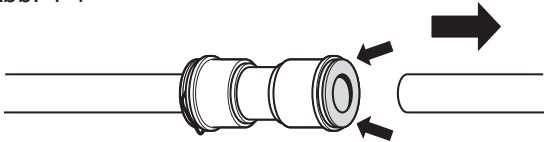

Abb. 4-5
1. Lösen Sie die Schraube der Scharnierabdeckung, und entfernen Sie die Abdeckung (Abb. 4-5). Trennen Sie sämtliche Kabel außer dem Massekabel.